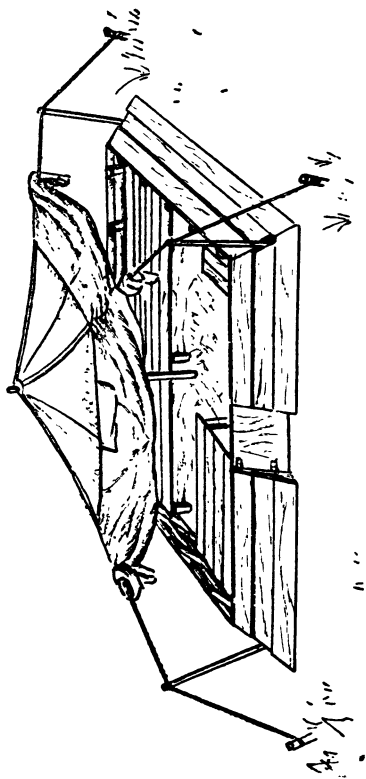

Рис. 7. Палатка с поднятыми полами для просушивания и проветривания.
24. В сухую погоду, особенно после дождя, палатку нужно обязательно проветривать и просушивать. Для этого, не трогая оттяжек, снимают петли по низу намета с гвоздей (приколышей) и поднимают полы намета кверху (рис. 7).